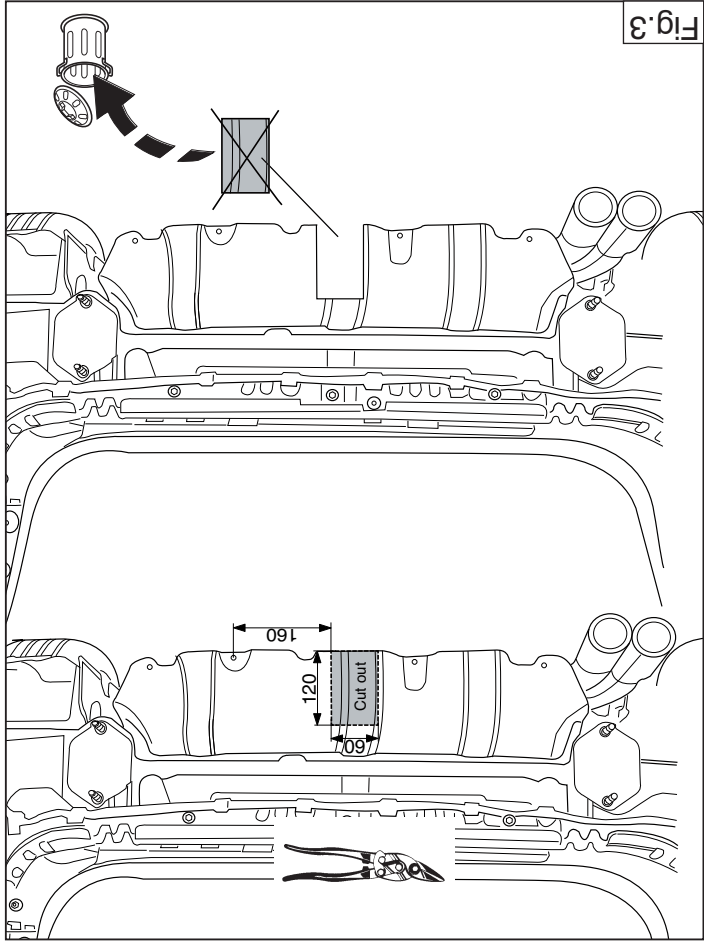

Fig. 3
7. **If present:** Saw off the part of the heat shield denoted in figure 3.
7. **Falls vorhanden:** Sägen Sie das in Abbildung .3. angegebene Teil aus dem Hitzeschild.